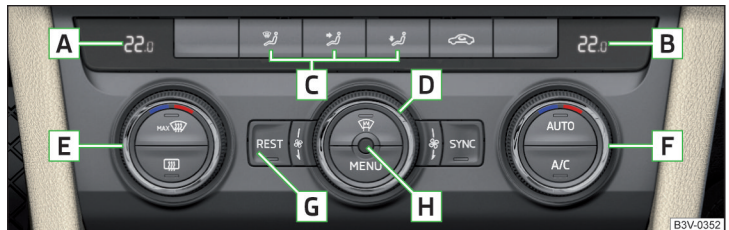

Abb. 144 Bedienelemente vorn
Einzelne Funktionen lassen sich durch Drehen des Drehreglers oder Drücken der jeweiligen Taste einstellen bzw. einschalten » Abb. 144.
Den Innenraumtemperatursensor  » Abb. 144 nicht überdecken - die Funktion der Climatronic könnte beeinträchtigt werden.
- Zum **Einschalten** die Taste **AUTO** » Abb. 144 auf Seite 114 drücken.